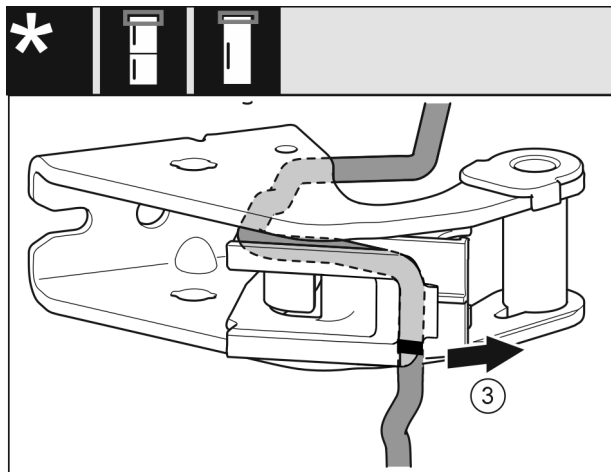

Fig. 27
- Çmontoni kabllo bashkë me mbajtësen e kabllos nga bazamenti mbështetës. Fig. 27 (3)